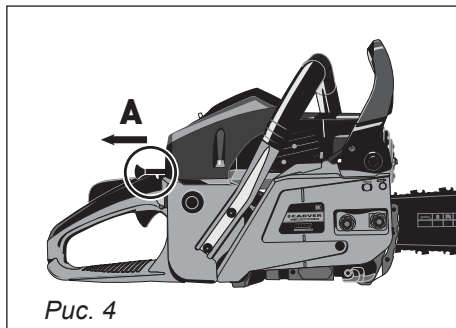

Рис. 4
4. Установить рукоятку воздушной заслонки в положение «А» - «Запуск» (рис. 4);